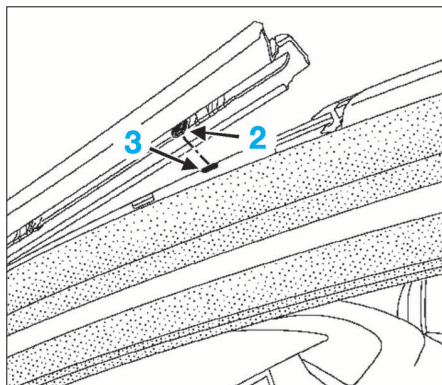

FIG. 26
- aligner le pion (2) sur l'encoche (3) pour positionner l'enjoliveur (Fig.26) puis clipser l'enjoliveur de pare-brise.